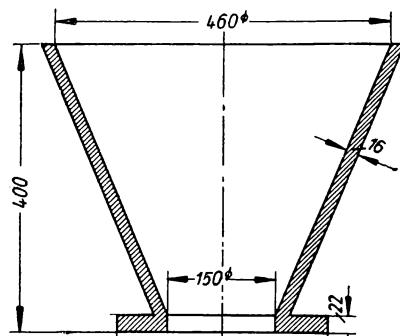

Bild 103
- 243.** Der Asche-Ejektor (Bild 103) an Bord eines Schiffes hat einen Fülltrichter aus Grauguß von den gegebenen Maßen, in den die Asche der Schiffskessel eingeschipppt wird, um durch den Wasserstrom einer Pumpe in See weggespült zu werden. Zu berechnen ist